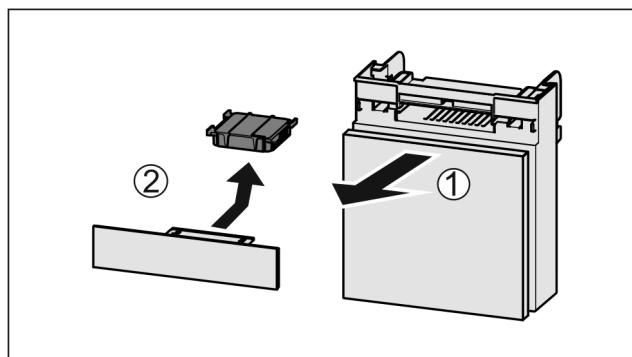

Fig. 39
- Вытяните Fig. 39 (1) отделение движением вперед.
- Извлечение Fig. 39 (2) фильтра с активированным углем.